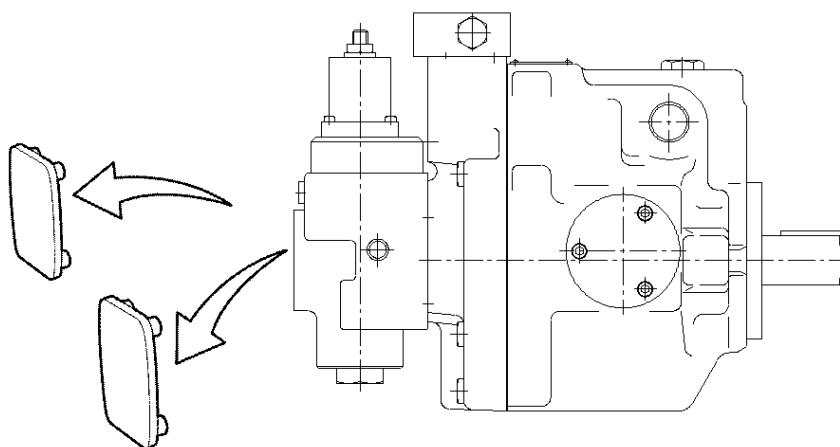

図6 保護プレートの除去
絞り弁前後の差圧が小さいために流量制御 (FC) 弁スプール B はばね力により図6 (a) の状態となり、操作ピストン室はスプール B を介してドレン室に開放されます。この時、ヨークはばね⑨により傾き角が大きくなり、吐出し量は増加します。
絞り弁前後の差圧が大きいため、流量制御 (FC) 弁スプール B はばね力に打ち勝ち、図6 (b) の状態となります。すなわち圧油が操作ピストンに作用し、ヨークの傾き角が小さくなり、吐出し量は減少します。